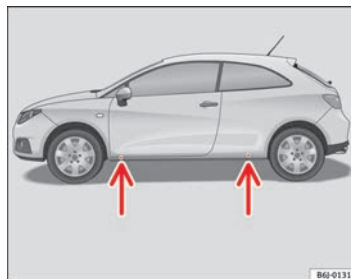

Abb. 125 Aufnahme-
- Suchen Sie den Aufnahmepunkt am Unterholm, der dem zu wechselnden Rad am nächsten liegt ⇒ Seite 214, Abb. 125.
Am Unterholm kennzeichnen jeweils vorn und hinten Eindrückungen die Stellen, an denen der Wagenheber angesetzt werden darf ⇒ Seite 214, Abb. 125. Es gibt für jedes Rad genau eine Stelle. An anderen Stellen darf der Wagenheber nicht angesetzt werden.